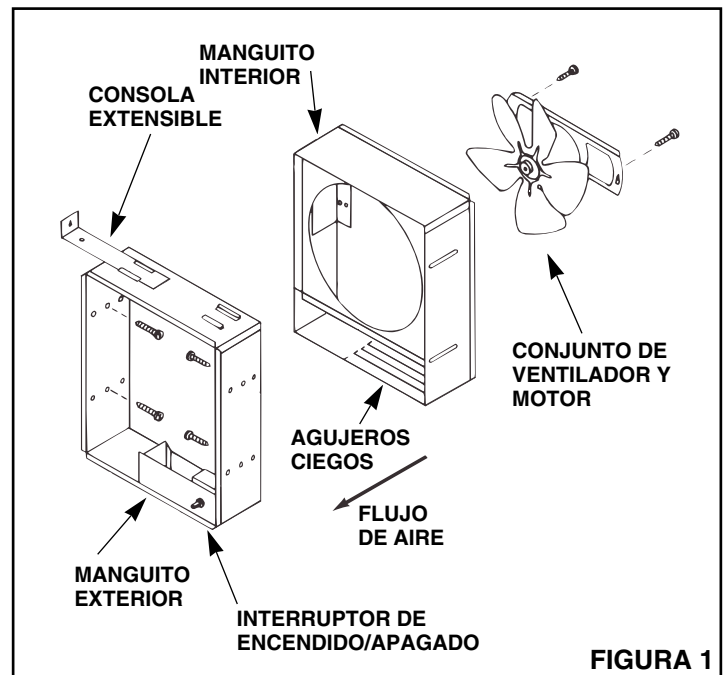

FIGURA 1
- Quite cuatro (4) tornillos para separar el manguito exterior del manguito interior.
- Refiérase a la Figura 1.** Afloje los dos tornillos y quite el conjunto de ventilador y motor del manguito interior ajustable.
1. Quite cuatro (4) tornillos para separar el manguito exterior del manguito interior.
2. **Refiérase a la Figura 1.** Afloje dos (2) tornillos y quite el conjunto de ventilador y motor del manguito interior ajustable.